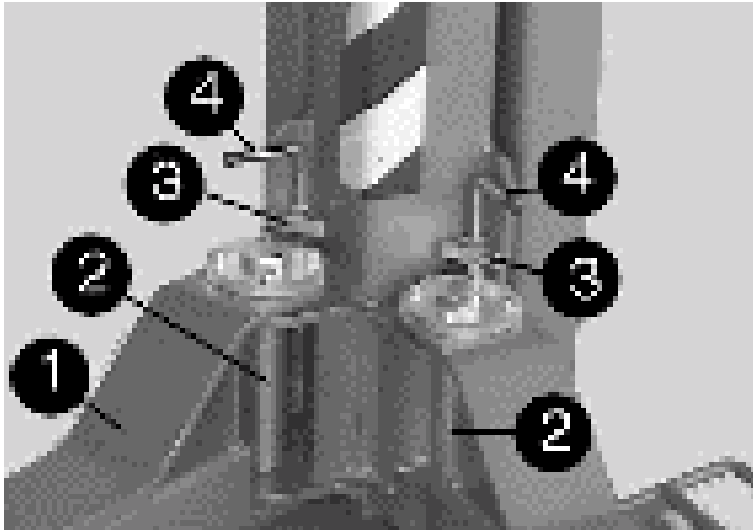

Bild 23: Montage der Tragarme
- Tragarme montieren und Bolzen oben und unten mit den beiliegenden Sicherungsringen versehen (**Bild 23**)